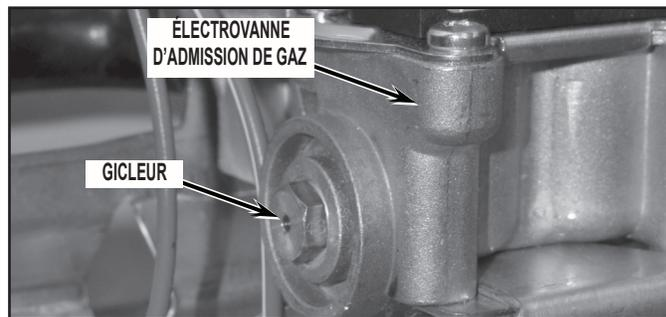

FIGURE 21
24. Démontez le gicleur du brûleur de l'électrovanne d'admission de gaz, et installez à la place le gicleur approprié fourni dans cet ensemble. Le numéro du gicleur est gravé sur un pan de la tête hexagonale du gicleur. Veiller à bien serrer. Voir *Figure 21*.